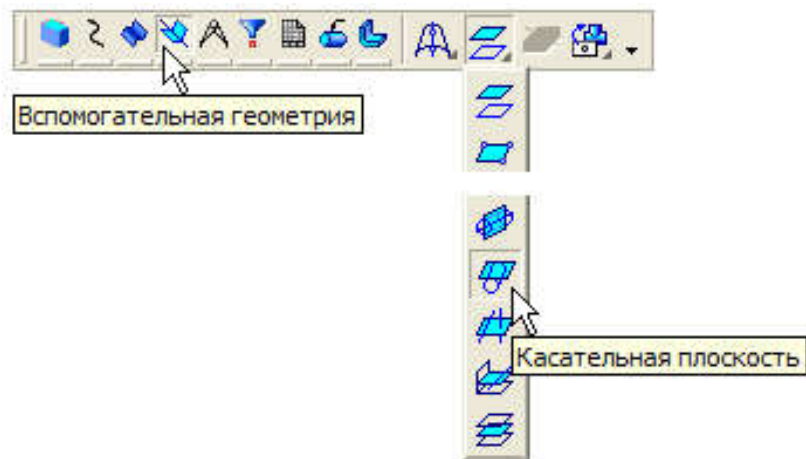

Рисунок 59 – Расширенная панель команд
- Вызывается команда **Касательная плоскость** на Расширенной панели команд построения вспомогательных плоскостей (рисунок 59);